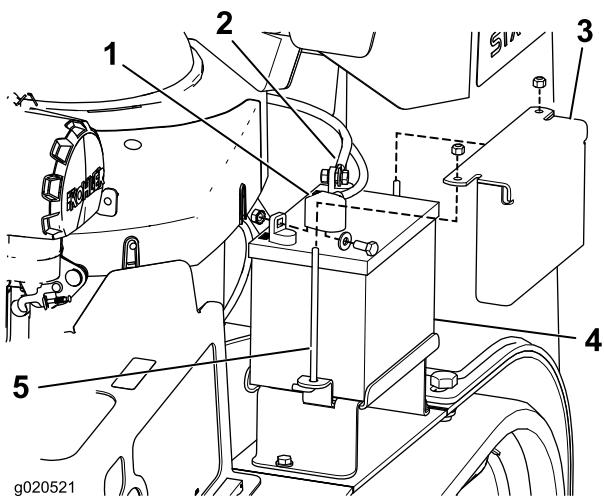

Figura 42
3. Levante la cubierta de goma negra del cable negativo. Desconecte el cable negativo del borne negativo (-) de la batería (Figura 42).
4. Retire la cubierta de goma roja del borne positivo (rojo) de la batería. Luego retire el cable positivo (rojo) de la batería (Figura 42).
5. Retire la pletina de sujeción, los pernos en J y las contratuercas que sujetan la batería (Figura 42), y retire ésta.
1. Coloque la batería en la máquina (Figura 42).
3. Conecte primero el cable positivo (rojo) al borne positivo (+) de la batería con una tuerca, una arandela y un perno (Figura 42). Deslice la cubierta de goma sobre el borne.
4. Luego conecte el cable negativo y el cable de tierra al borne negativo (-) de la batería con una tuerca, una arandela y un perno (Figura 42). Deslice la cubierta de goma sobre el borne.